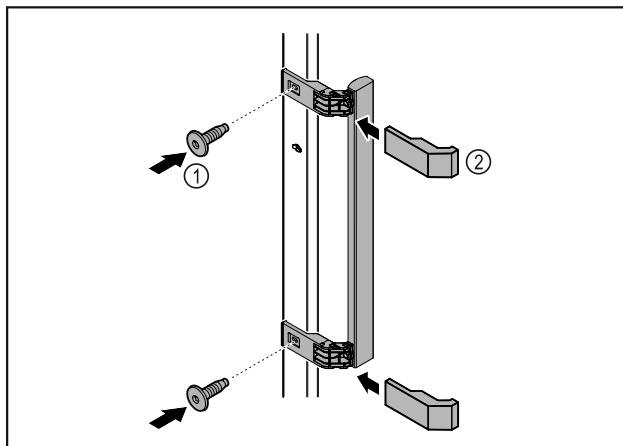

Fig. 6
- Montoni dorezën nga paketa së bashku me vidat e ofruara Fig. 6 (1) në derë.
- Vendosni kapakun mbulues Fig. 6 (2).